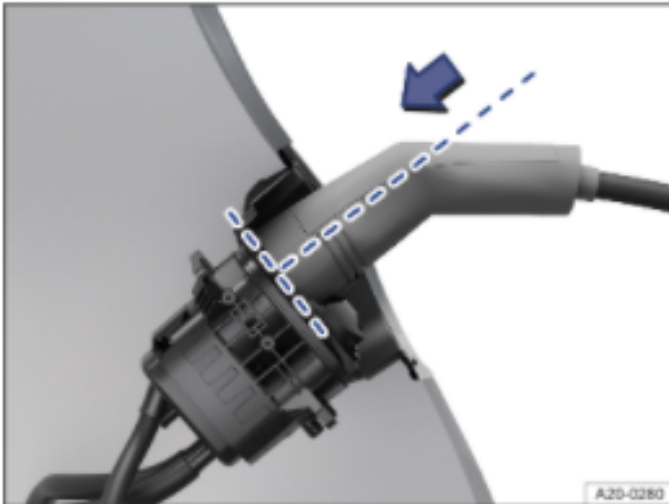

Abb. 2 An der Ladedose: Vollständig gesteckter Ladestecker (Prinzipdarstellung).
—Ladestecker gerade in die Ladedose stecken → Abb. 2 ②. Prüfen, ob der Ladestecker vollständig gesteckt ist → Abb. 2.